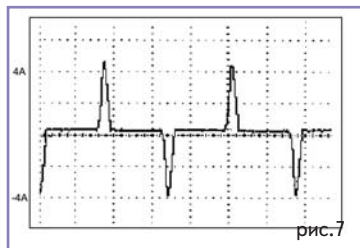

рис.7
**Случай 3.** Офисное оборудование (компьютеры, мониторы, принтеры, копиры, сканеры) снабжено импульсными источниками питания, входной ток которых обычно имеет сложную импульсную форму (рис.7). Из рисунка видно, что максимальное значение тока достигает 4 ампер на один компьютер при потребляемой мощности не более 200 Вт. Поскольку ток нейтрали определяется как векторная сумма токов всех нагрузок, легко определить, что питание компьютерного зала из 20 компьютеров, подключенных обычно к одной фазе сети, может легко вызвать неожиданные броски напряжения в нейтрали и точке подключения контура заземления здания при общей потребляемой мощности не более 4 кВт.